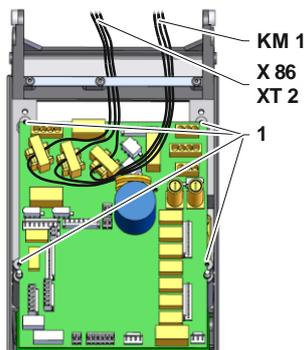

Abb. 8: Front heruntergeklappt
- GIF-51 (A 4) einbauen und mit den Schrauben (Kennzeichnung 1 → Abb. 8) befestigen.